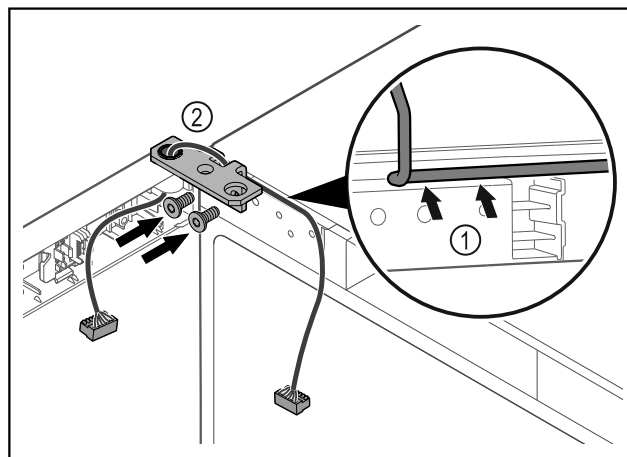

Fig. 41
- ▶ Introdurre il cavo nel foro della cerniera angolare e posarlo con cautela Fig. 41 (1).
- ▶ Avvitare la cerniera angolare Fig. 41 (2).